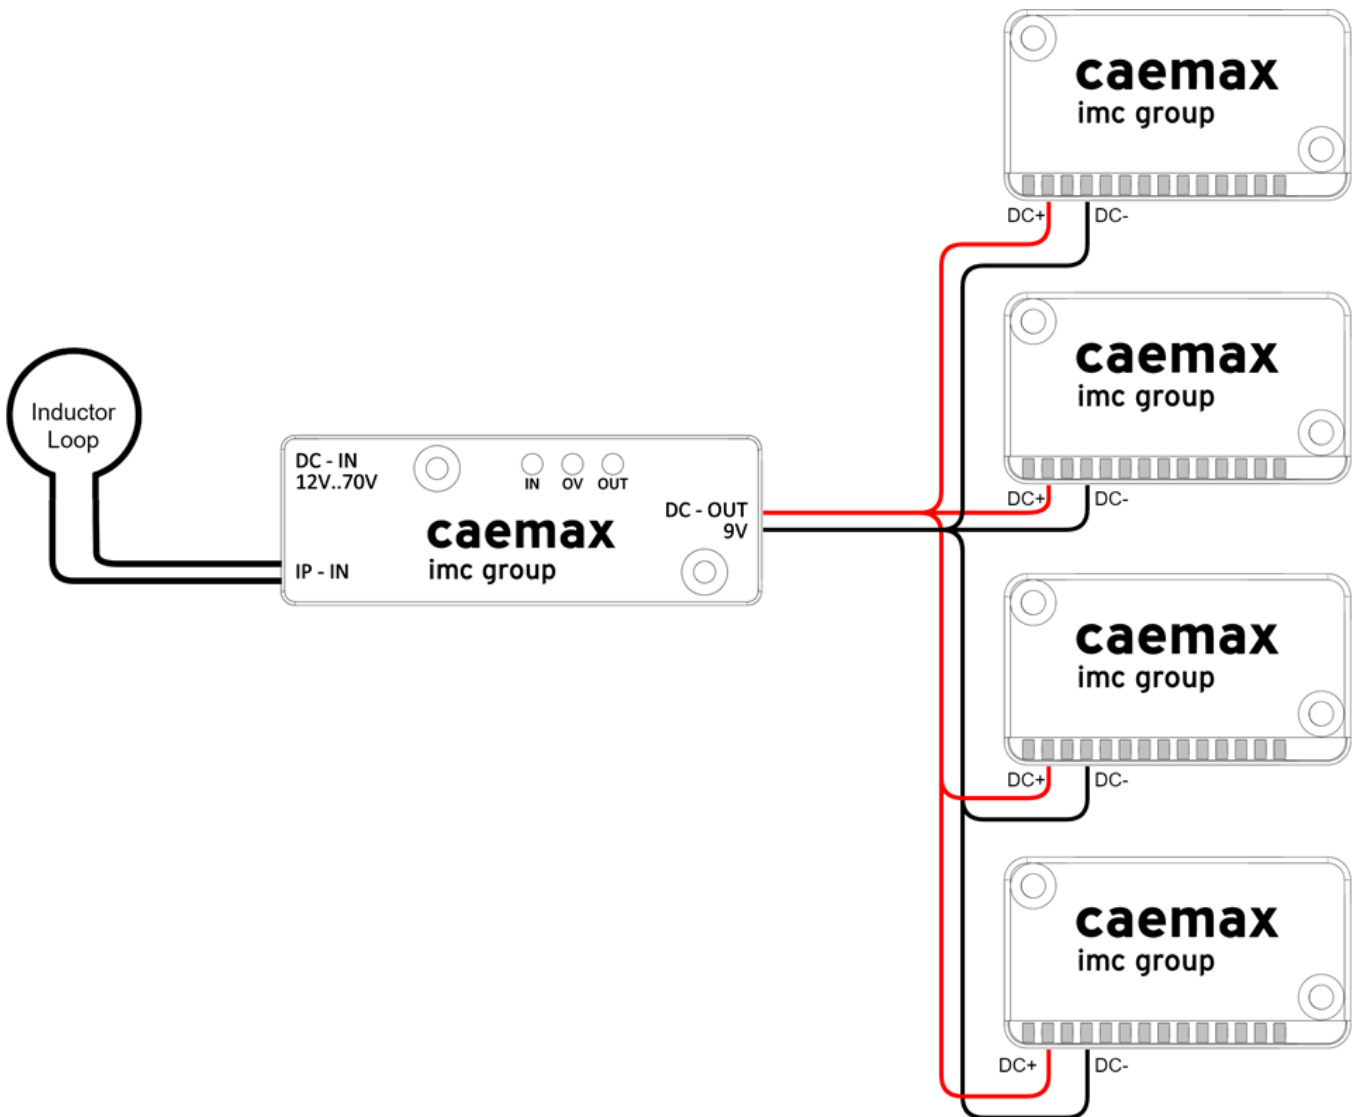

Abb. 21: Anschlussbild des Dx-OVP-Moduls für eine induktive Quelle und 4 Dx-SCTs
- Vor Inbetriebnahme den Ring- oder Fixstator auf die kleinste Leistung einstellen. Dazu mit einem Schraubendreher die Stellschraube 13 Umdrehungen nach links drehen, bis ein Klicken zu hören ist. Dann ist der Ring- oder Fixstator auf minimale Leistung eingestellt (s. Abbildung 21: Regeln der Statorleistung). Auf dem Stator ist auch ein Pfeil mit einem "+" und "-" Zeichen angebracht.